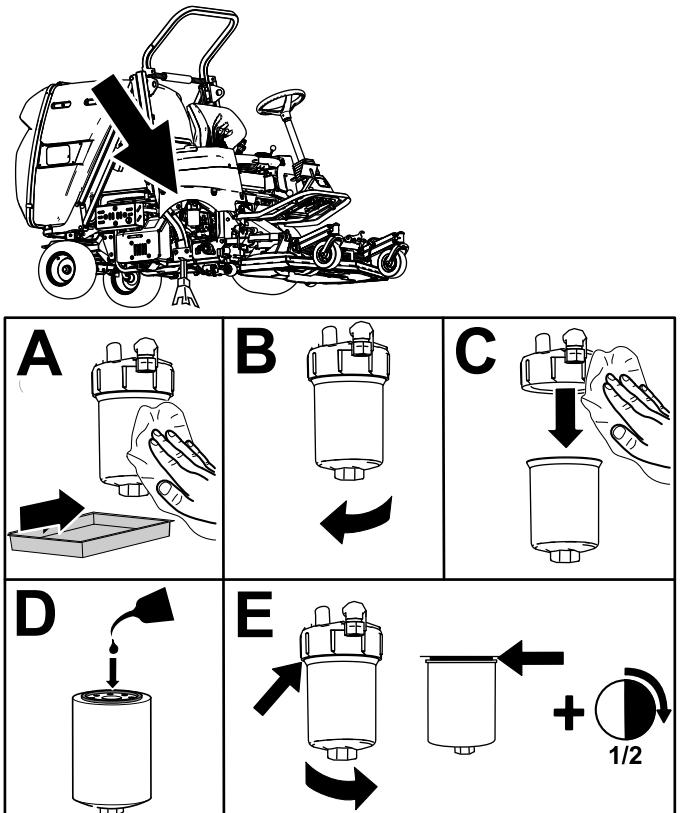

Figura 86
- Sustituya el filtro hidráulico tal y como se muestra en la Figura 86.